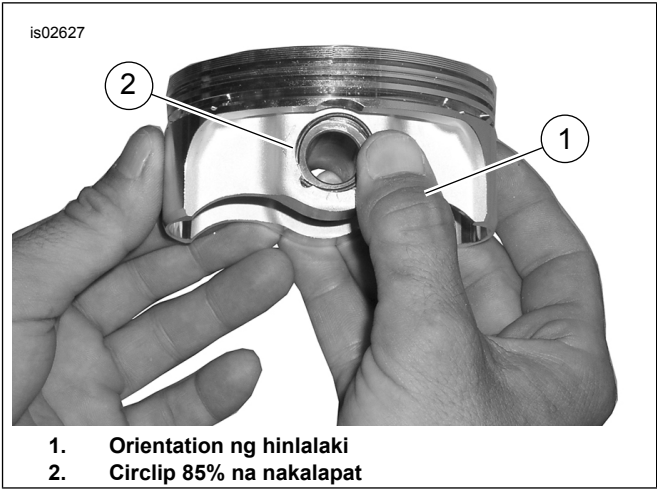

Figure 4. Ikabit ang Circlip
- 2. Tingnan ang Figure 4 . Iposisyon ang iyong hinlalaki (1) tulad ng ipinapakita. Diinan nang maigi hanggang humigit-kumulang 85% ng circlip (2) ay nakalapad sa groove.